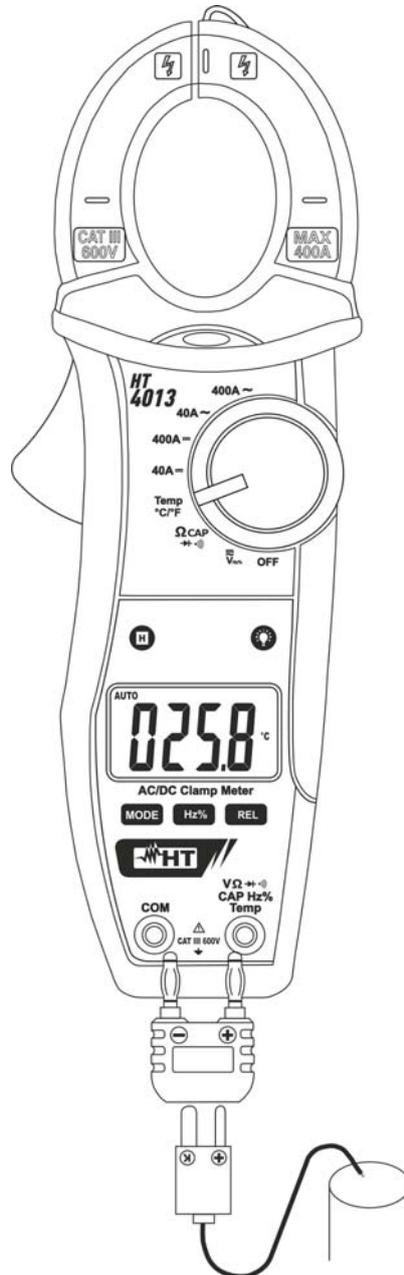

Fig. 9: Uso della pinza per misura di Temperatura con sonda K
3. Inserire la sonda a filo tipo K in dotazione nei terminale di ingresso **VΩ → CAP Hz % Temp** e **COM** tramite l'opportuno adattatore, rispettando la polarità mostrata in Fig. 9. Il valore della temperatura è mostrato a display